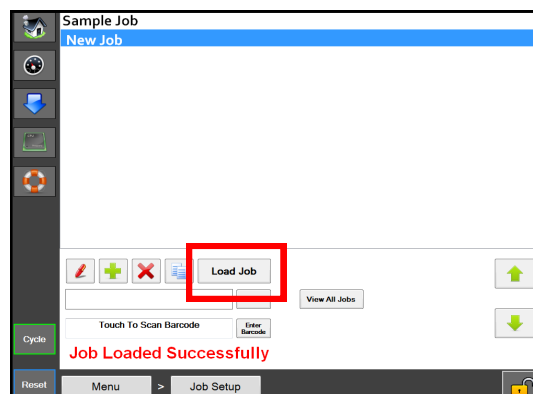

Figure 5-2D. Bouton Charger tâche.
7. Appuyez sur le bouton Charger tâche. Ceci enverra la tâche en surbrillance vers l'API et l'étiquette, le cas échéant, vers l'imprimante. **Figure 5-2D.**